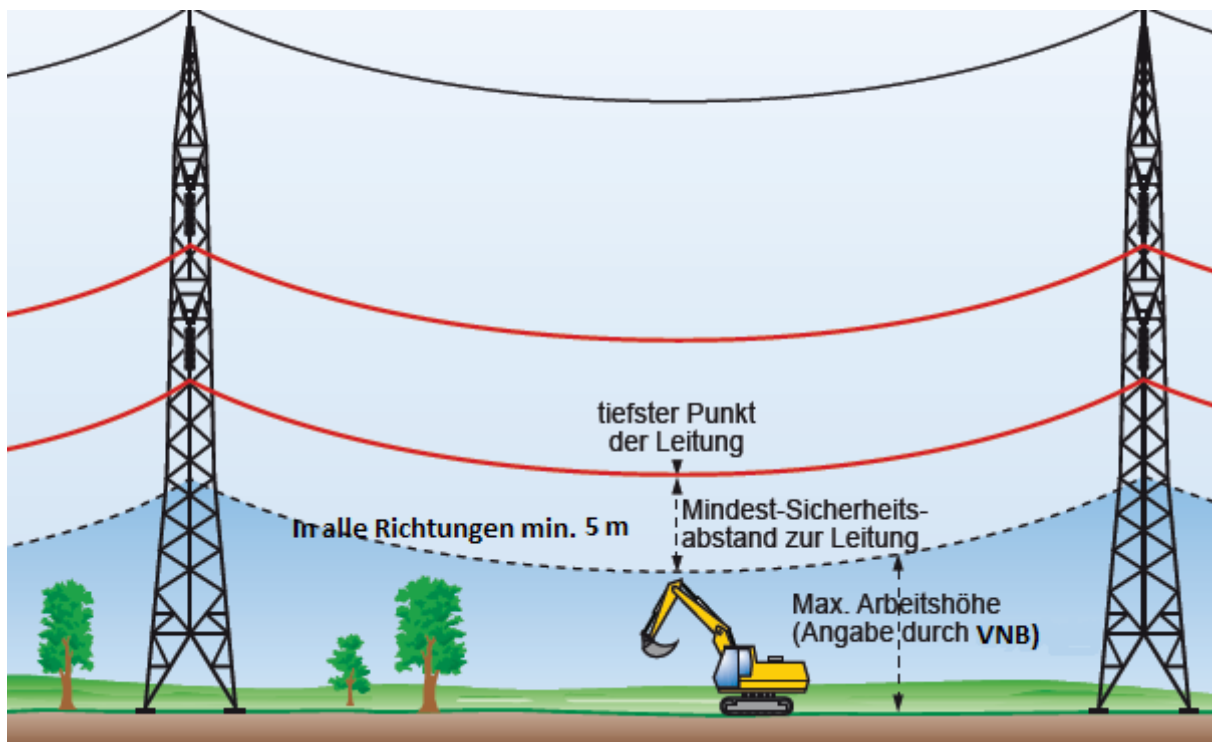

Abb. 6 Schutzabstände am Beispiel einer Freileitung mit einer Spannung von 110.000 Volt, mit und ohne Wind-einfluss (Ansicht quer zur Leitungsrichtung)
- über 110.000 Volt **Schutzabstand ≥ 5 m** nach allen Seiten (siehe Abb. 6),